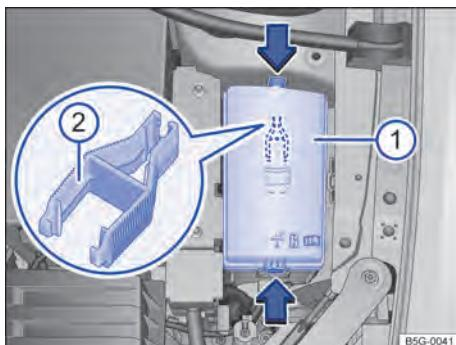

Fig. 217 No compartimento do motor: cobertura ① da caixa de fusíveis com pinça de plástico ②.
- Pressionar os botões de travamento no sentido da seta para destravar a cobertura da caixa de fusíveis ⇒ Fig. 217 ①.